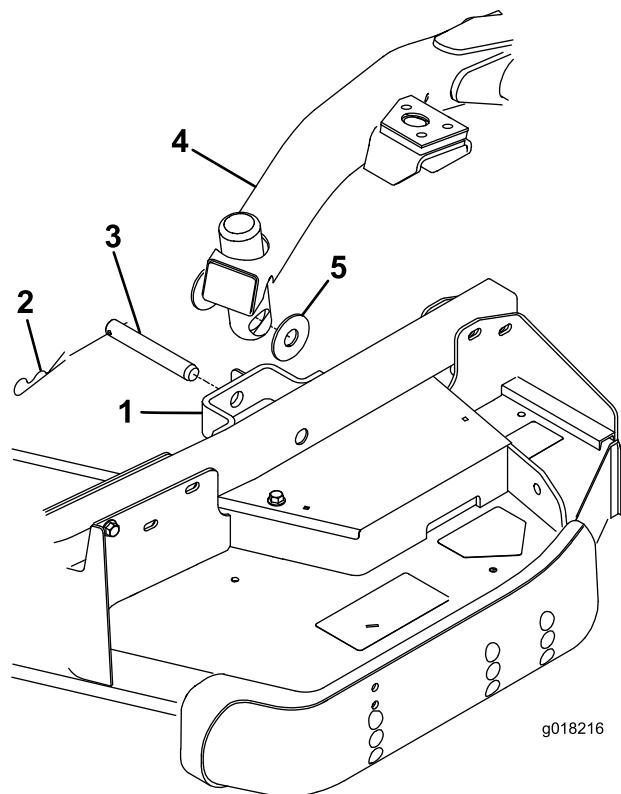

Figura 5
1. Rimuovete 2 rondelle di spinta, il perno con testa e la coppiglia da ogni staffa del braccio della ruota orientabile sull'apparato di taglio (Figura 5).
3. Premete l'interruttore di sollevamento in avanti, in posizione di FLOTTAZIONE. Spingete il braccio di sollevamento verso il basso in modo che i relativi fori siano allineati con quelli della staffa del braccio della ruota orientabile (Figura 5).
4. Fissate il braccio di sollevamento al braccio della ruota orientabile con le 2 rondelle di spinta, un perno con testa e una coppiglia. Posizionate le rondelle di spinta tra il braccio di sollevamento e la staffa del braccio della ruota orientabile (Figura 5) e inserite l'estremità della coppiglia nella scanalatura nell'alella del braccio della ruota orientabile, per fissare la coppiglia.